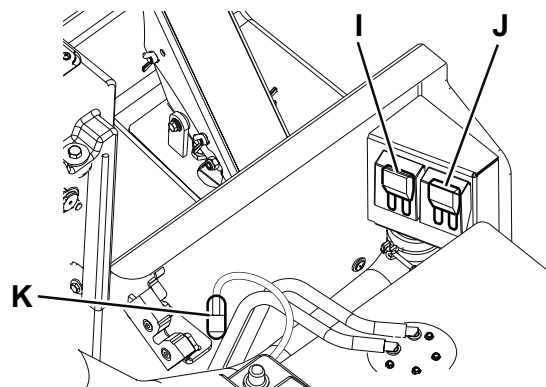

Figure 11
3. Tourner la clé de contact (66) sur « O », puis l'enlever.
4. Ouvrir le coffre (1) du compartiment moteur en agissant sur le bouton-poussoir de déblocage (25).
5. Dans la zone du siège de conduite, enlever les couvercles de protection et contrôler l'intégrité des fusibles suivants (Fig. 11) :
- (I) : F9 (50 A), bougies de préchauffage
- (J) : F10 (50 A), alternateur
- (K) : F11 (1 A), feu intérieur coffre (optionnel)